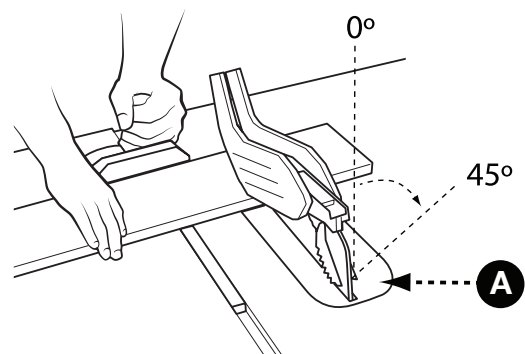

FIGURE 39
Les coupes transversales en biseau sont pareilles aux coupes transversales sauf que l'angle de biseau (A) est réglé à un angle autre que 0°. Lors d'une coupe transversale en biseau, placer le guide d'onglet dans la fente d'onglet à droite de sorte que la lame soit inclinée de l'autre côté de la jauge et des mains. Voir figure 39